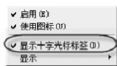

图 10-16 设置动态 UCS 光标显示
(1) 要在光标上显示 XYZ 标签,请在【动态 UCS】按钮上单击鼠标右键并单击【显示十字光标标签】,如图 10-16 所示。
(2) 动态 UCS 的 X 轴沿面的一条边定位;动态 UCS 仅能检测到实体的前向面。
(3) 可以使用动态 UCS 的命令类型包括:简单几何图形、文字、参照、实体编辑以及 UCS、夹点工具操作等。
(4) 仅当命令处于活动状态时动态 UCS 才可用。